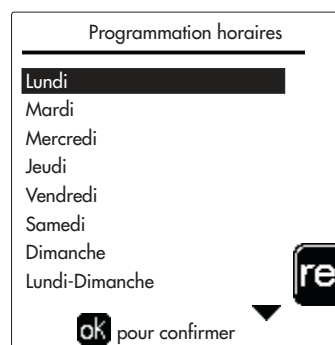

fig. 26
-  Pour restaurer le programme horaire aux valeurs d'usine, appuyer sur la touche **contextuelle 3** dans le menu **Programme horaire** (fig. 26) et valider par **OK**.